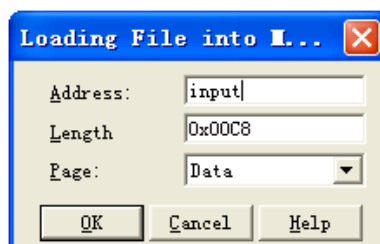

图 4-3
4.2.2、将 Address 设置为 input，Length 设置为 200，Page 设置为 Data（图 4-3）